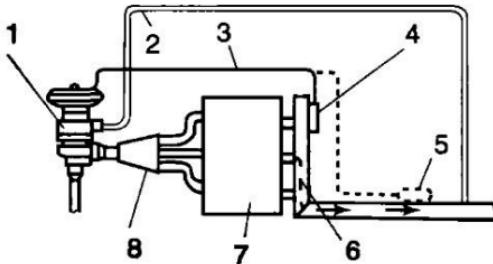

Рис. 135. Расположение дистанционного термобаллона для предотвращения выброса жидкого хладагента в компрессор:
14.5.4. Компрессор работает влажным ходом из-за неудовлетворительной конструкции распределителя жидкости или неравномерной тепловой нагрузки на испаритель, или последний неправильно смонтирован (рис. 135).